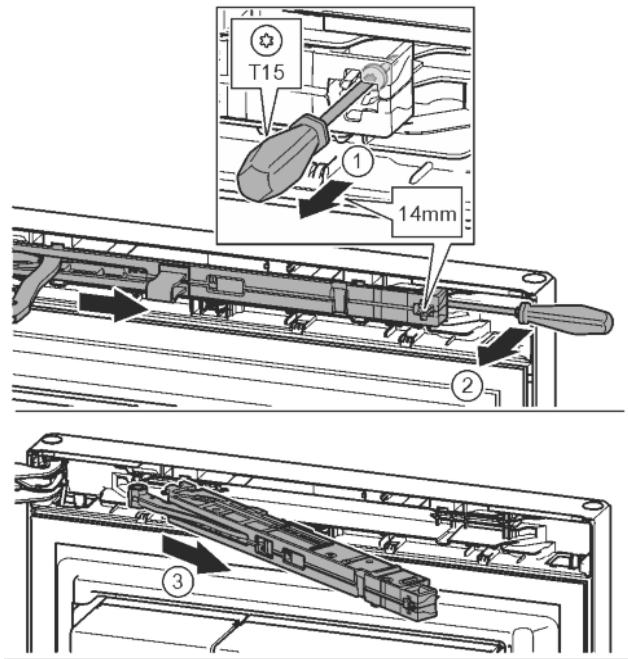

Fig. 14
- Ослабить винт на узле амортизатора с помощью отвертки T15 примерно на 14 мм. Fig. 14 (1)
- Отверткой со стороны ручки переместиться за узел амортизатора и повернуть вперед. Fig. 14 (2)
- Извлечь узел амортизатора. Fig. 14 (3)